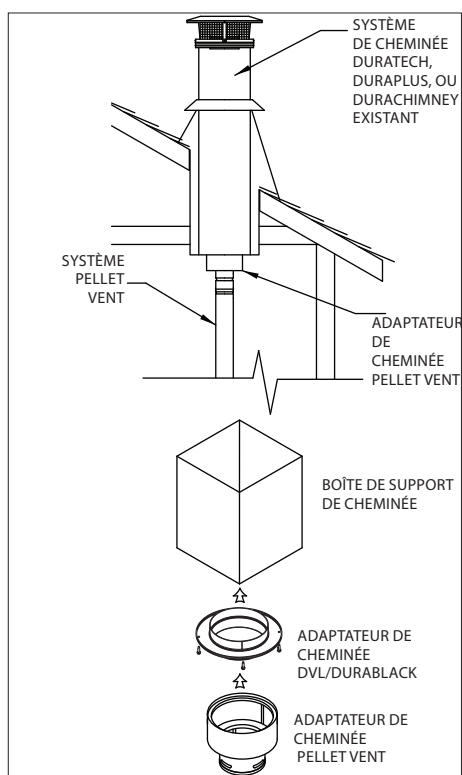

Figure 7
6. Si vous souhaitez vous raccorder à une cheminée existante DuraTech, DuraPlus ou DuraChimney de 6 po (15,2 cm), 7 po (17,8 cm) ou 8 (20,3) po supportée par le toit ou par un plafond : (**Figure 7**).
C. Installer un adaptateur de cheminée DVL/DuraBlack dans la boîte de support de plafond existante, comme illustré à la **Figure 7**. Noter que l'adaptateur de cheminée DVL/DuraBlack se raccorde uniquement aux systèmes de cheminée DuraVent.
réglable. Faire glisser la longueur réglable vers le bas sur la section supérieure du tuyau, la placer verticalement au fil à plomb, puis faire glisser la longueur réglable vers le haut et la verrouiller par rotation à l'adaptateur de cheminée. Une fois tous les composants bien en place et correctement alignés, percer avec précaution des trous de 1/8 po (3,2 mm) de diamètre dans la chemise extérieure, uniquement au centre des fentes situées à la base du tuyau de longueur réglable. Ne pas percer la paroi intérieure. Utiliser (3) vis à tôle longues de 9,5 mm (3/8 po) pour fixer le tuyau de longueur réglable. L'installation terminée ressemblera à la **Figure 7**.